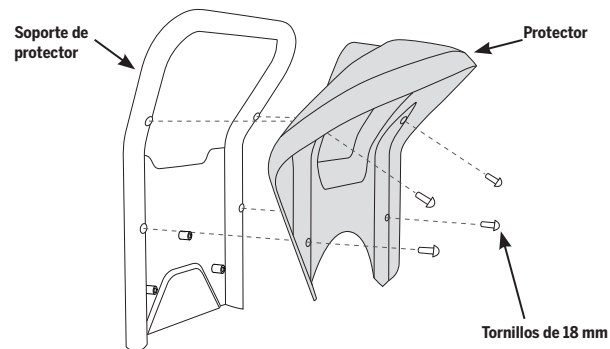

Ilustración 73: retirar el protector de su soporte
4. Para retirar el protector de su soporte, retire los cuatro tornillos de 18 mm con una llave Allen de 4 mm (consulte la **ilustración 73**).